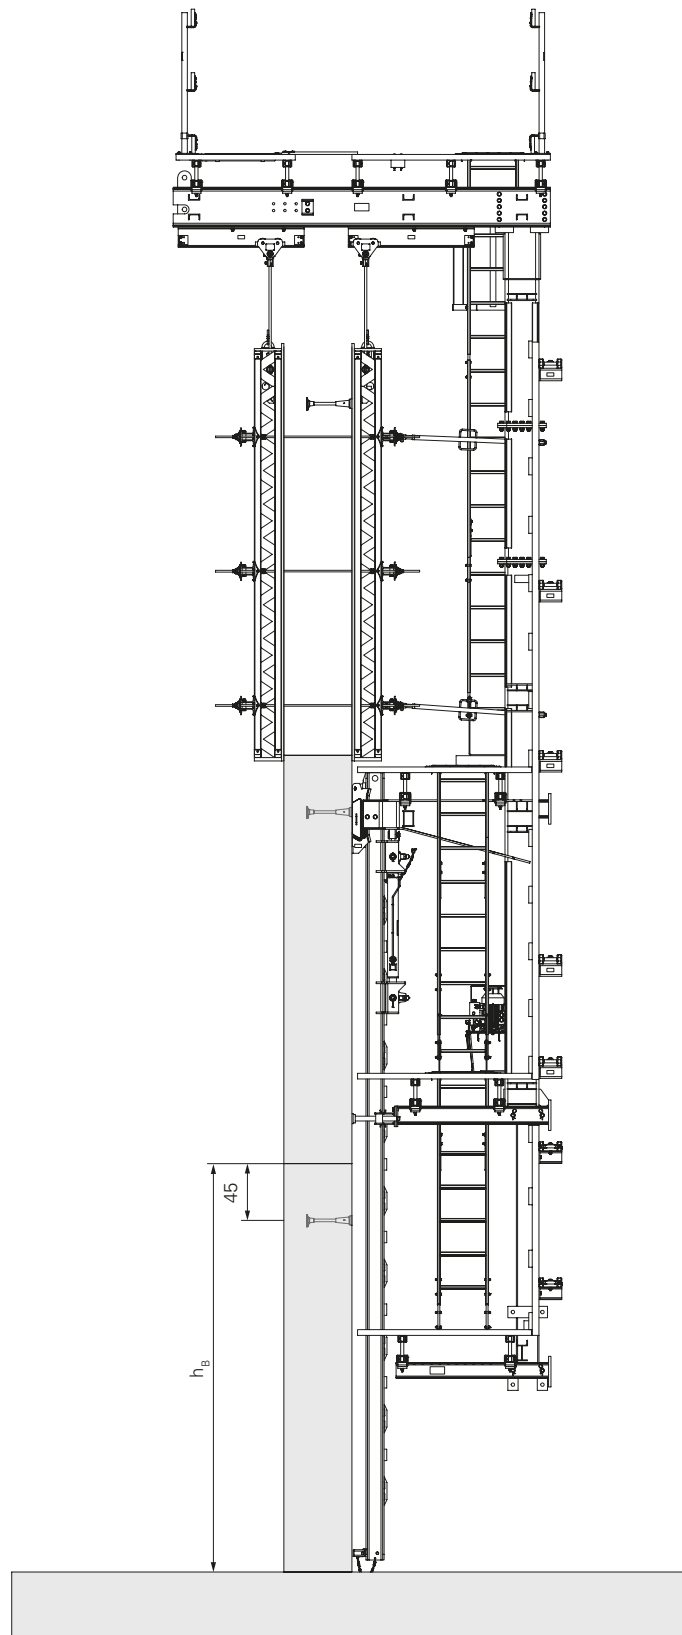

Fig. A1.02
- Concreting height ( $h_B$ ) = 3.6 m. (Fig. A1.02)